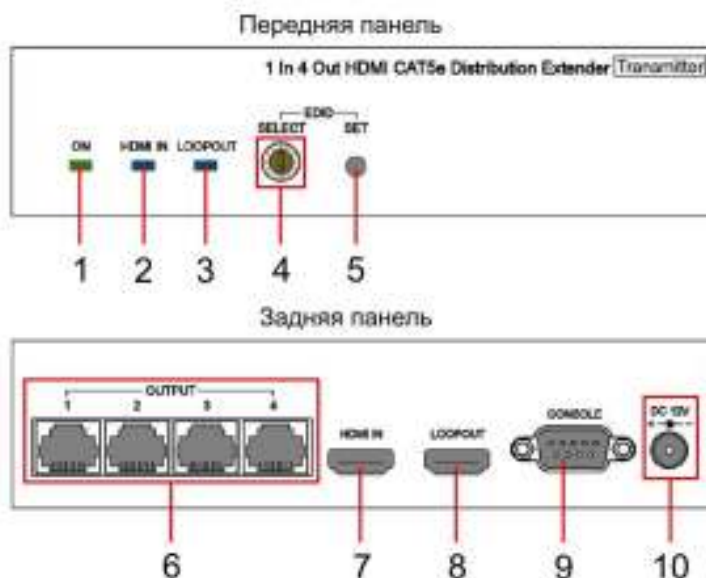

Рис.4 Панели подключения передатчика HE04SET
Для корректной передачи изображения необходимо использовать соответствующие установки EDID передатчика. Выбор нужной установки EDID осуществляется с помощью поворотного переключателя (4) Рис.4 и кнопки SET (5) Рис.4.
- Для загрузки установок EDID с монитора, подключенного к сквозному выходу LOOPOUT (8) Рис.4, нажмите и удерживайте (примерно 3 сек.) кнопку SET. Синие LED индикаторы HDMI IN и LOOPOUT начнут медленно, а затем быстро мигать.